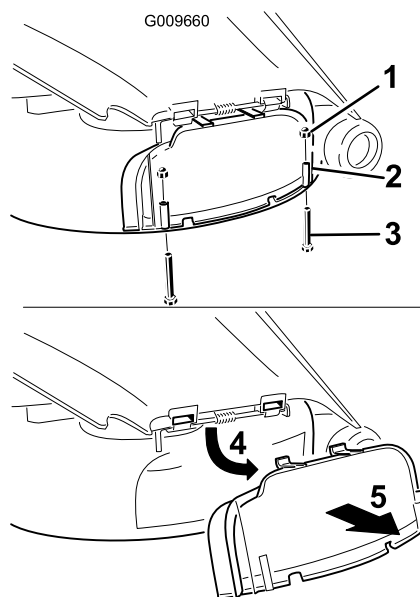

Figura 23
3. Retire los 2 pernos y tuercas que fijan la tapa de descarga al cortacésped (Figura 23).